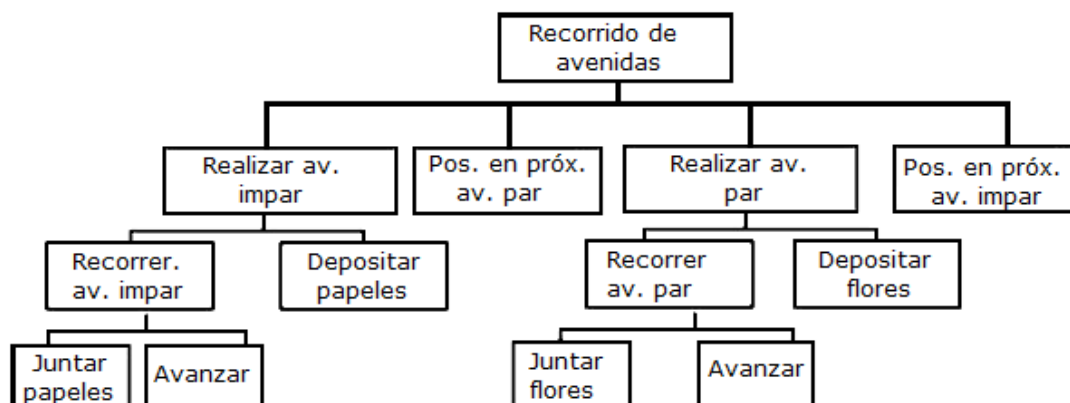

Figura 6.4: Diseño Top-Down del Ejemplo 6.4
La representación gráfica se muestra en la figura 6.4. Puede verse que a nivel de módulo se considera como elemento de trabajo a la avenida mientras que a nivel de submódulo se hace sobre las esquinas de cada avenida.
- Podemos notar que no todos los submódulos de la figura 6.4 se han convertido en procesos. Esto se debe a que algunos de ellos son lo suficientemente simples como para traducirse en una instrucción del robot. Por ejemplo, "Avanzar" se traduce en la instrucción mover.